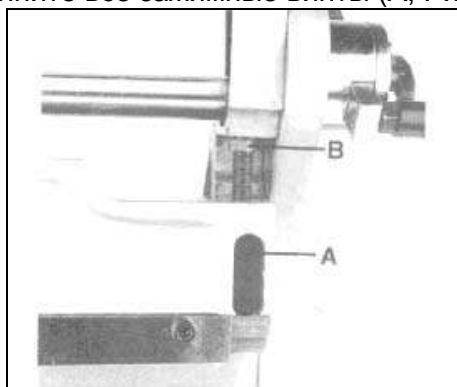

Рис. 5
6. Затяните все зажимные винты (А, Рис. 5).
1. Немного ослабьте фиксирующие винты (А, Рис. 5).
2. Поверните регулировочные гайки гибочной шины (В, Рис. 5), расположенные с каждой стороны шины, пока тестовый изгиб не будет показывать 90° с каждой стороны шины.
3. Затяните фиксирующие винты (А, Рис. 5).